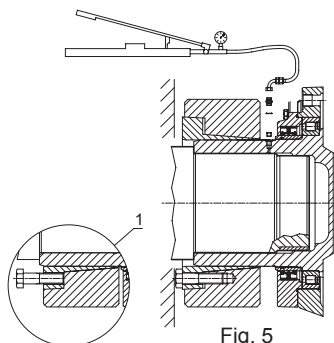
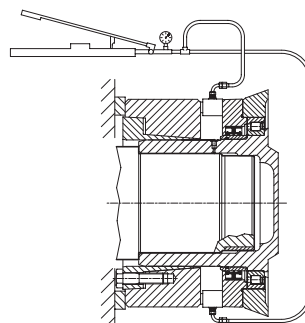

Fig. 5
Fig. 6
2) Nel caso gli anelli non si separassero spontaneamente dopo avere allentato le viti, trasferirne alcune nei fori di estrazione dell'anello interno (Fig.5 dettaglio 1) e avvitandole, separare quest'ultimo dall'anello esterno.
3) Fare scorrere il giunto assialmente come da fig.5 per permettere l'utilizzo del foro G 1/8" che consente l'immissione di olio in pressione (max. 1000 bar) al fine di facilitare lo smontaggio del riduttore dall'albero della macchina. Se con l'utilizzo del metodo descritto, il riduttore non si libera, in quanto l'accoppiamento dell'albero non assicura la tenuta della pressione, allora si può agire nel modo rappresentato nella fig. 6. Se lo spazio a disposizione lo permette, utilizzando appositi spintori idraulici, occorre fare reazione su n°2 borchie a 180° che si trovano sui coperchi porta tenute, senza superare i seguenti carichi assiali: